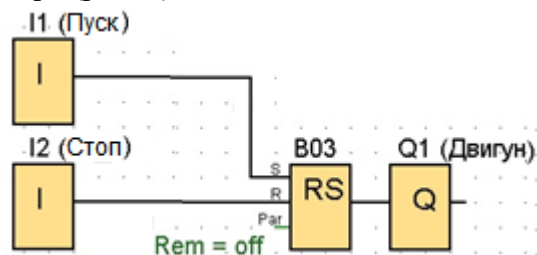

Рис. 5. Функція RS-тригер
Функція вмикання (кнопка Пуск) та вимкання (кнопка Стоп) здійснюється за допомогою функції RS-тригера (рис. 5).
5. Що здійснює блок В03 на рис. 5?